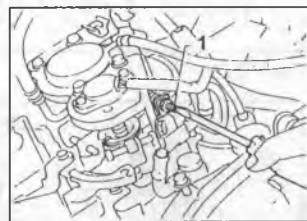

Рис. 146
частота вращения, которая устанавливается после резкого сброса газа, регулируется с помощью винта регулировки (1) (Рис.146).